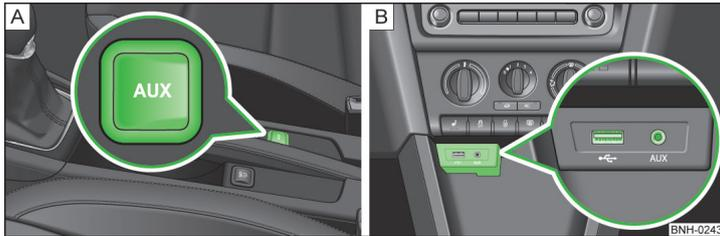

Abb. 97 AUX-Eingang / MDI-Eingang
- zwischen den Vordersitzen in der Mittelkonsole » Abb. 97 - [A];
Bei Fahrzeugen mit MDI-Eingang befindet sich dieser oberhalb des Ablagefachs in der Mittelkonsole vorn » Abb. 97 - [B].